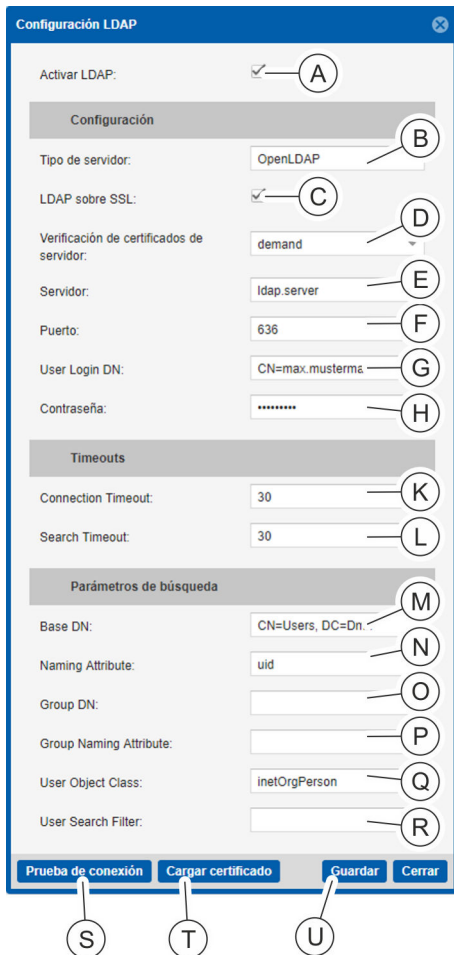

Fig. 146: Ventana "Configuración LDAP"
*En la versión actual, los campos de entrada “Group DN” (Fig. 146/Ⓞ), “Group Naming Attribute” (Fig. 146/Ⓞ) y “User Search Filter” (Fig. 146/Ⓞ) no se pueden utilizar aún.*
*Si es necesario, también se puede cargar un certificado en la PDU en los ajustes de LDAP (Fig. 146/Ⓞ).*
2. ➤ Haga clic en la casilla de verificación "Activar LDAP" (Fig. 146/Ⓐ) para activar el servicio LDAP.
3. ➤ Seleccione el tipo de servicio de directorio utilizado en el menú de selección "Tipo de servidor" (Fig. 146/Ⓑ).
4. ➤ Si es necesario, haga clic en la casilla de verificación "LDAP mediante SSL" para activar un LDAP seguro (Fig. 146/Ⓒ).
5. ➤ Si es necesario, seleccione en el menú desplegable "Verificación de certificado de servidor" el nivel de verificación de certificado del servidor LDAP (Fig. 146/Ⓓ).
6. ➤ Indique la dirección IPv4 o IPv6 o, como alternativa, el nombre de host del servidor del servicio de directorio (Fig. 146/Ⓔ).
7. ➤ Introduzca el puerto para el servicio LDAP (el valor predeterminado es 389 para "LDAP" y 636 para "LDAP mediante SSL") (Fig. 146/Ⓕ).
8. ➤ Para establecer la conexión con el servicio de directorio, introduzca el nombre de usuario (User Login DN) (Fig. 146/Ⓖ) y la contraseña correspondiente (Fig. 146/Ⓗ).
9. ➤ Para el establecimiento de conexión con el servicio de directorio, indique en caso necesario un valor de Timeout situado entre 1 y 60 segundos (por defecto, 30 segundos) (Fig. 146/Ⓚ).
10. ➤ Para las búsquedas en el servicio de directorio, indique en caso necesario un valor de Timeout situado entre 1 y 500 segundos (por defecto, 30 segundos) (Fig. 146/Ⓛ).
- 11.** ▶ Para realizar una búsqueda en el servicio de directorio, indique el punto de partida (Base DN) (Fig. 146/Ⓚ).
- 12.** ▶ En caso necesario, modifique el parámetro "Naming Attribute" (Fig. 146/Ⓛ). Si se selecciona un servidor del tipo "MS Active Directory", toma por defecto el valor "sAMAccountName" y, para "OpenLDAP", el valor "uid".
- 13.** ▶ En caso necesario, modifique el parámetro "User Object Class" (Fig. 146/Ⓜ). Si se selecciona un servidor del tipo "MS Active Directory", este toma por defecto el valor "user" y, para "OpenLDAP", el valor "inetOrgPerson".
- 14.** ▶ Compruebe la conexión al servicio de directorio con el botón "Prueba de conexión" (Fig. 146/Ⓝ).
- 15.** ▶ Confirme la introducción con el botón "Guardar" (Fig. 146/Ⓞ).